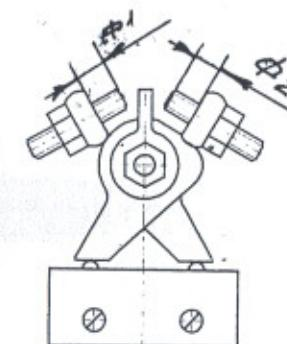
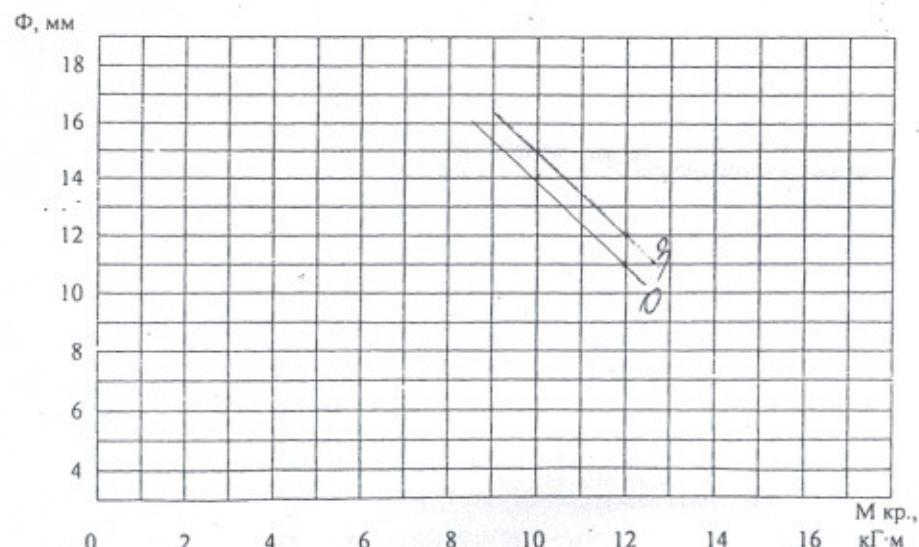

Рис. 4. Регулирование муфты крутящего момента
Рис. 5. График настройки крутящего момента
5.9 Регулирование муфты крутящего момента выполняется установкой размера  $\varnothing$  (рис.4). Размер  $\varnothing$  следует устанавливать в зависимости от требуемого крутящего момента по графику (рис.5) с точностью «плюс-минус» 0,2 мм. Линии графика, определяющие зависимость размера  $\varnothing$  от крутящего момента, для разных направлений вращения могут не совпадать и проводятся в виде двух линий: первая «З» – для закрывания, вторая «О» – для открывания.